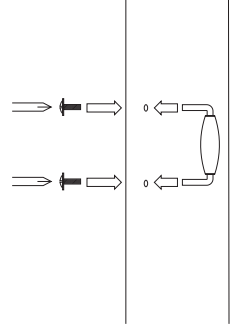

Figure 10
6. Pour terminer l'assemblage, déposer l'unité principale (a) sur le support supérieur (h) de la base (FIGURE 10). Les ouvertures pour les boulons du distributeur de l'unité principale (a) doivent être vis-à-vis les ouvertures filetées du support supérieur (h) (FIGURE 11). Utiliser les deux boulons no 2 compris et fixer l'unité principale (a) sur la base.